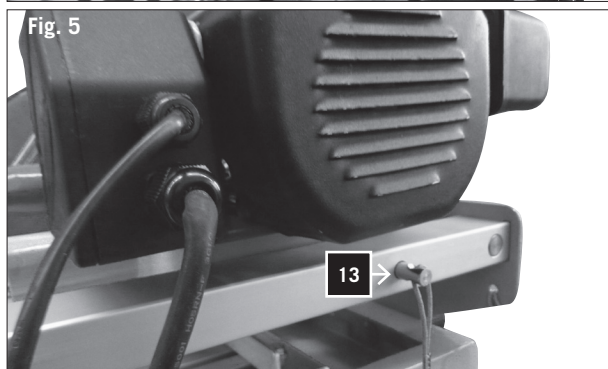

Fig. 5
- 8 Retirez la bride de transport (13) (Fig.5).
- 8 Pull out the pin of the transport lock (13) (Fig.5).
Pour transporter la machine, placez la tête de la machine vers l'avant et faire enclencher le boulon de blocage (13) (Fig.5)